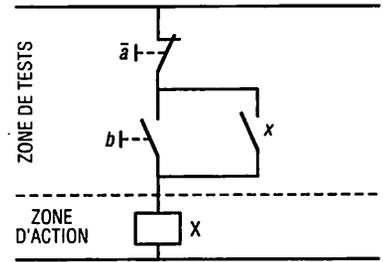

Fig. 23 : Schéma électrique à contacts.
- d'un schéma à contacts (Ladder) (fig. 23) ;